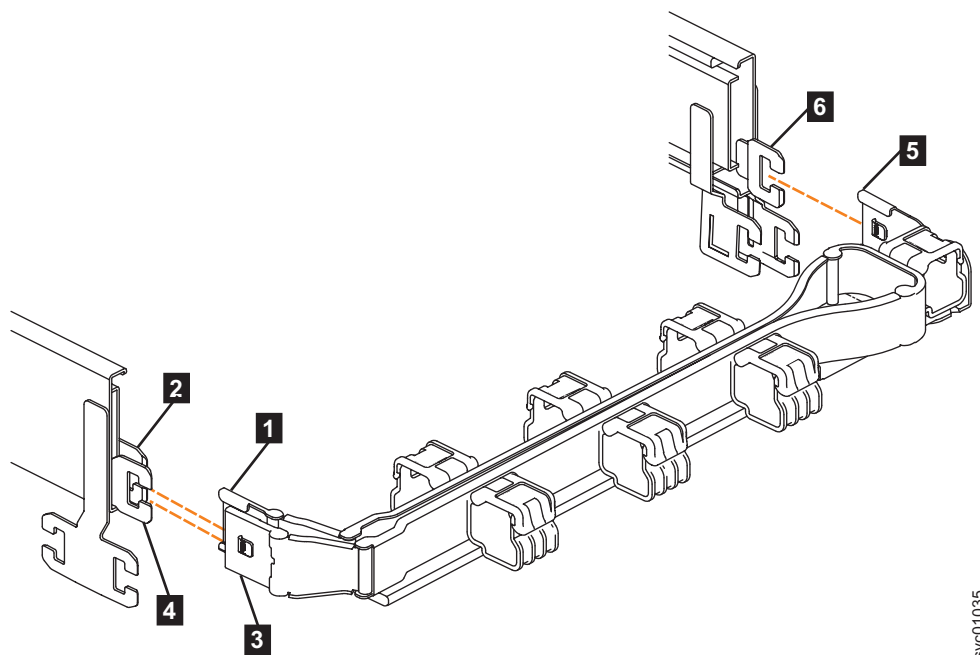
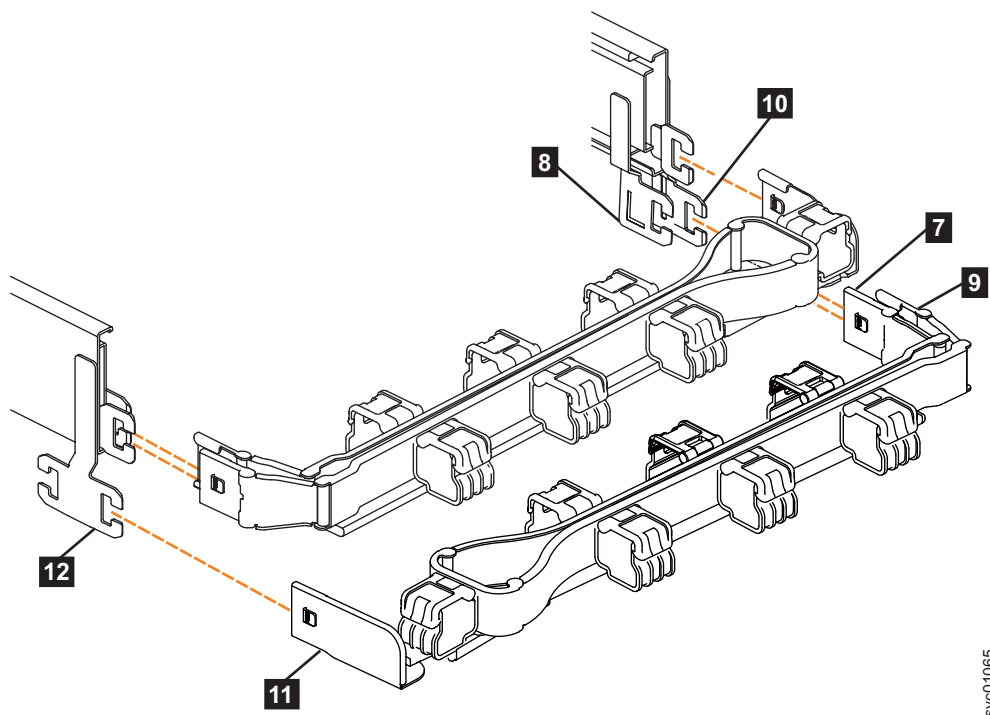

Figura 65. Conectores para el brazo portacables superior
Figura 66. Componentes del conjunto de CMA inferior
Los conectores del CMA están instalado en los ganchos de riele en el extremo de los rieles de soporte. La Figura 65 en la página 81 muestra los conectores en el conjunto de CMA superior.
1. Presione el pestillo en la base de conector del conjunto de CMA superior (**5** en Figura 65).
2. Tire del conector para retirarlo de la base de conector en el riel de soporte derecho (**6** en Figura 65).
3. Presione el pestillo en el conector externo del conjunto de CMA superior (**3** en Figura 65).
4. Extraiga el conector externo del miembro interno del riel de soporte izquierdo (**4** en Figura 65).
5. Extraiga el conector interno del conjunto de CMA superior (**1**) del miembro interno del riel de soporte izquierdo (**2**), como se muestra en la Figura 65.
Nota: El procedimiento para extraer el conjunto de CMA inferior es igual que el procedimiento para extraer el conjunto de CMA superior. No obstante, las ubicaciones de conector están invertidas. Por ejemplo, la base de conector del CMA superior (**5** en Figura 65) se conecta al riel derecho. La base de conector del CMA inferior (**11** en Figura 66 en la página 82) se conecta al riel izquierdo.
6. Extraiga la base de conector en el conjunto de CMA inferior (**11**) del conector del riel de soporte izquierdo (**12**), como se muestra en la Figura 66.
7. Extraiga el conector interno del conjunto de CMA inferior (**9**) del miembro externo del riel de soporte derecho (**10**), como se muestra en la Figura 66.
8. Extraiga el conector externo del conjunto de CMA inferior (**7**) del miembro interno del riel de soporte derecho (**8**), como se muestra en la Figura 66.